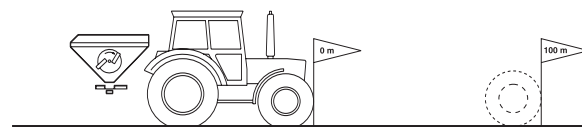

Рис. 13
- Отмерьте на поле контрольный участок (точно 100 м). Обозначьте начальную и конечную точку контрольного участка (Рис. 13).